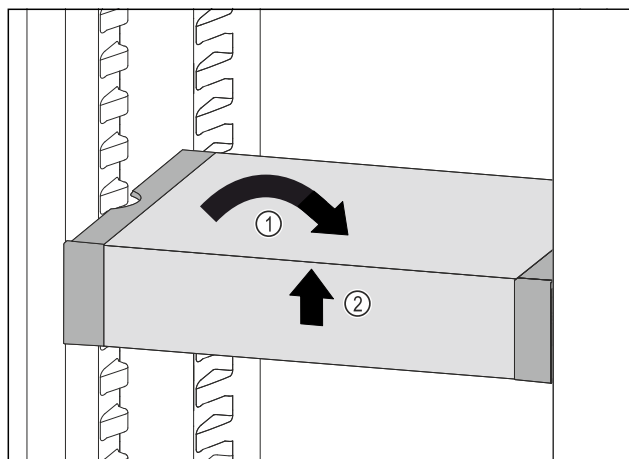

Fig. 199
- VarioSafe postavte rovně. Fig. 199 (1)
- VarioSafe vpředu zvedněte. Fig. 199 (2)